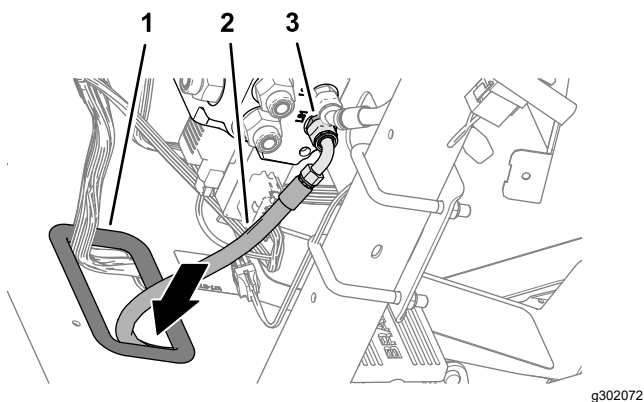

Figure 116
3. Faites passer l'extrémité du flexible de pompe hydraulique de 6 x 2819 mm ($\frac{1}{4}$ x 111 po) munie du raccord -4 (90°) par le passe-câble du panneau de plancher (Figure 116).
4. Branchez le raccord -6 (90°) du flexible de 6 x 2819 mm (¼ x 111 po) au raccord de l'orifice LS1 du distributeur de direction EHI, et serrez le raccord du flexible (**Figure 116**).